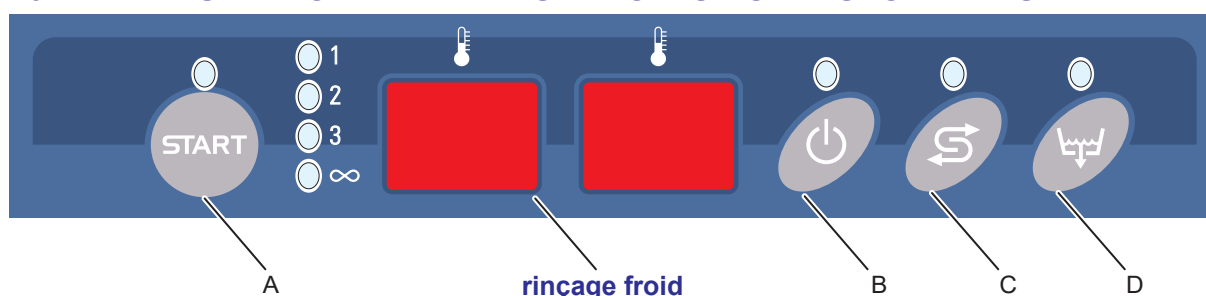

fig. 10
- Ouvrir le robinet d'eau, allumer l'interrupteur général mural et allumer la machine en appuyant sur la touche **B** (voir fig. 10). Le led vert s'allumera. Après quelques secondes la phase de remplissage de la cuve débutera.
- Pour le choix du cycle, sélectionner le cycle de lavage **1, 2, 3, ∞** à l'aide de la touche **A** (voir fig. 10) en maintenant appuyée pendant plus de 5 sec., puis la lâcher lorsque le led du cycle voulu s'allume. Le led vert s'allumera en correspondance du cycle sélectionné **1, 2, 3, ∞**.
- Mettre le cycle en route en appuyant sur la touche **A** pendant 1 sec. maximum (voir fig. 10). La mise en route du cycle sera signalée par le témoin du cycle sélectionné. A la fin du cycle, le témoin redevient fixe et le message **END** s'affiche à l'écran.
N.B.: La machine n'accepte pas d'autres cycles avant que la porte ne s'ouvre ou que l'on n'appuie pas deux fois sur la touche **A** (voir fig. 10).